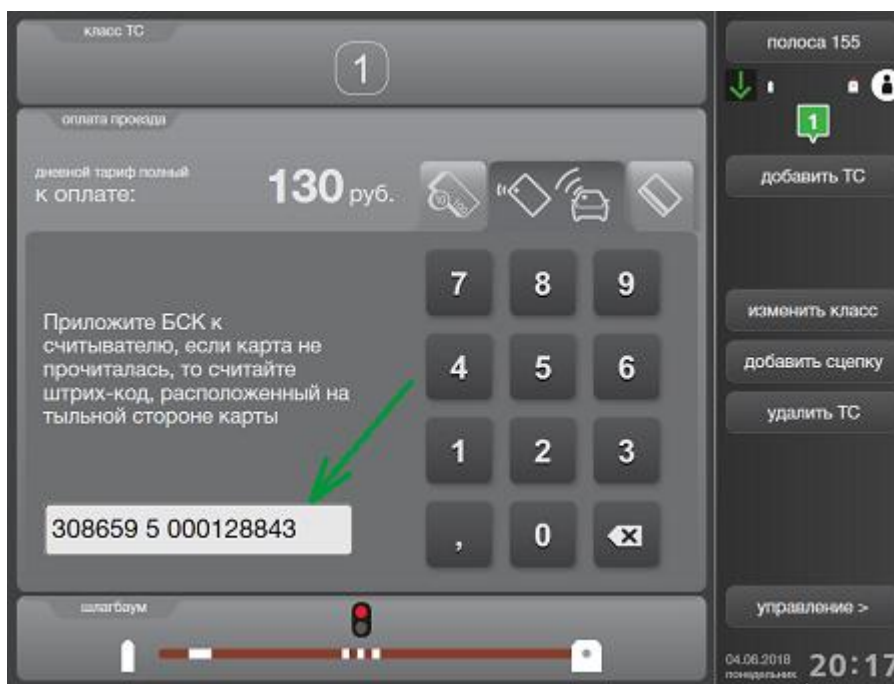

Рисунок 113. Ввод вручную номера чека вручную
- 1) В случае если штрих-код **не читается** (на экран АРМ не выводится сообщение о чеке оплаты), необходимо ввести номер штрих-кода вручную (рис. 113).